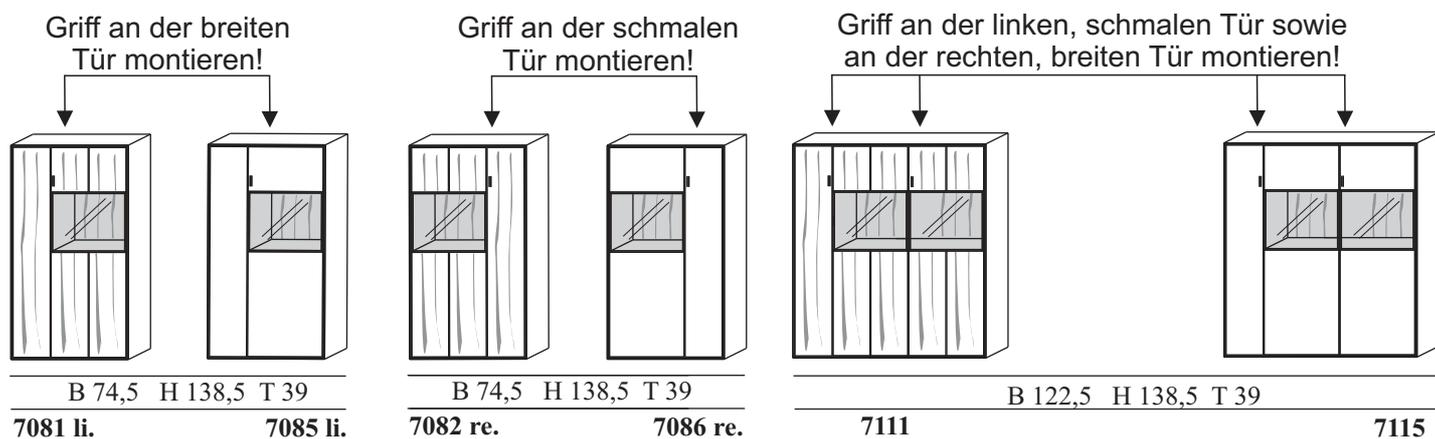

Abb. 3
3. Entsprechend Abbildung 3 müssen Sie die Griffe an den Türen anschrauben.